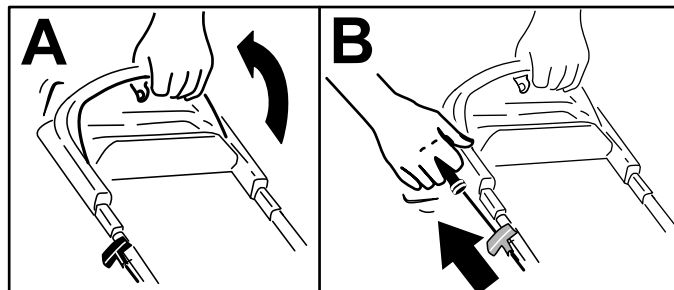

Bild 14
1. Drücken Sie den Schaltbügel gegen den Holm (A in Bild 14).
2. Ziehen Sie am Rücklaufstartergriff (B in Bild 14).